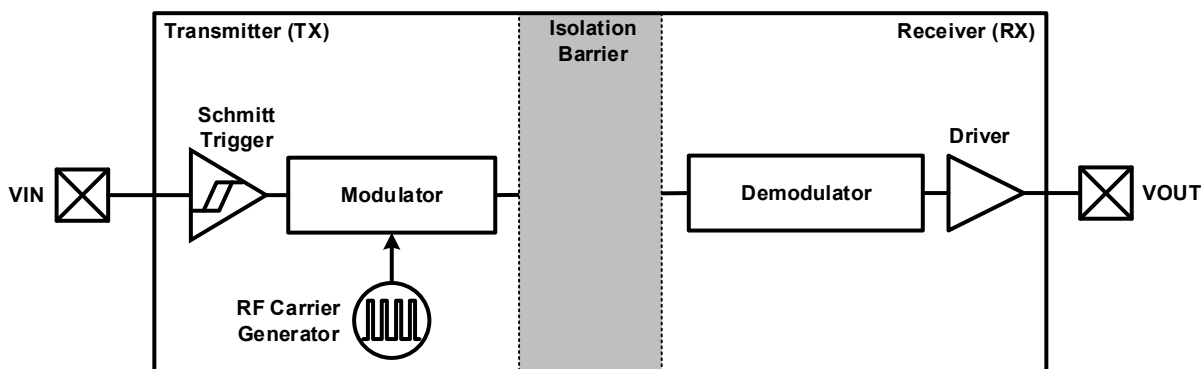
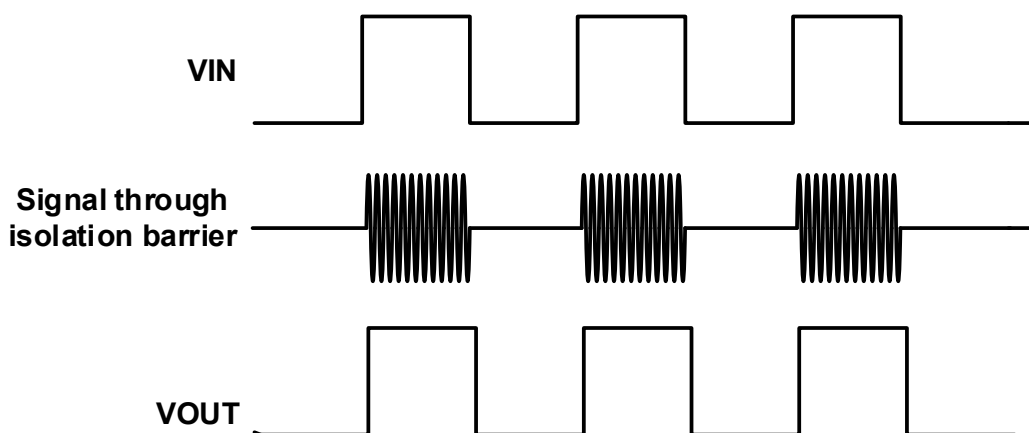

图 10-2 单通道功能框图
图 10-3 单通道波形示意图
高速隔离数据通道使用简单的开关键控 (OOK) 调制解调方案。由 SiO_2 构成的高压隔离电容为不同的电压域之间提供可靠的绝缘屏障，并提供可靠的高频信号传输路径。为了保证稳定的数据传输质量，发射机 (TX) 将输入信号调制到载波频率上，即 TX 在一个输入状态下通过隔离电容传递高频信号，而在另一个输入状态下无信号通过隔离电容，然后接收机根据检测到的调制信号重建输入信号。上述架构为隔离的不同电压域之间提供了可靠的数据传输路径，在启动时不需要考虑初始化。全差分的隔离电容架构可以最大限度地提高信号共模瞬态抗干扰能力。与电感耦合结构相比，电容耦合结构提供了更优的电磁抗扰性。图 10-2 和图 10-3 分别为单通道功能框图和调制方案的波形示意图。